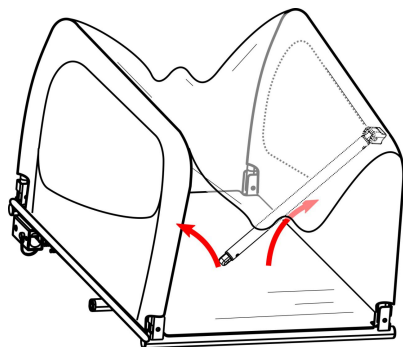

Abbildung 1
Nehmen Sie den Hauptrahmen des Anhängers und alle anderen Komponenten aus dem Karton. Schwarze Schutzkappen an 4 Ecken entfernen. Heben Sie beide Seitenwände in eine aufrechte Position (Abbildung 1).
2. Mit Mutter versehene Achse: Schrauben Sie die Mutter mit Unterlegscheibe von der linken Seite der Hinterachse des Fahrrads ab. Montieren Sie die Kupplung an der Achse und schrauben Sie die Mutter mit der Unterlegscheibe wieder fest (Abbildung 1 3).
Schließen Sie die Kupplung an der Anhängerkupplung an und sichern Sie den Sicherungsstift (Abbildung 1 4). Sobald die Anhängerkupplung befestigt ist, wickeln Sie den Sicherheitsgurt um den Rahmen des Fahrrads und haken Sie ihn in den D-Ring an der Anhängerkupplung ein.